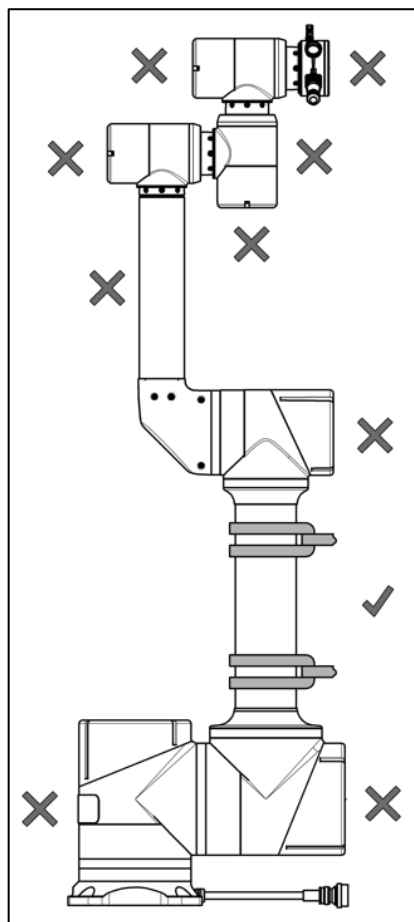

Рисунок I-12 – Разрешенные и запрещенные места обхвата при монтаже/демонтаже манипулятора
- при обхвате стропами используйте захват мертвой петлей за плечо СП2–СП3 (см. Рисунок I-12);
- нельзя подвергать усилиям запрещенные места обхвата (СП4, СП5, СП6) и пластиковые защитные крышки (см. Рисунок I-12).